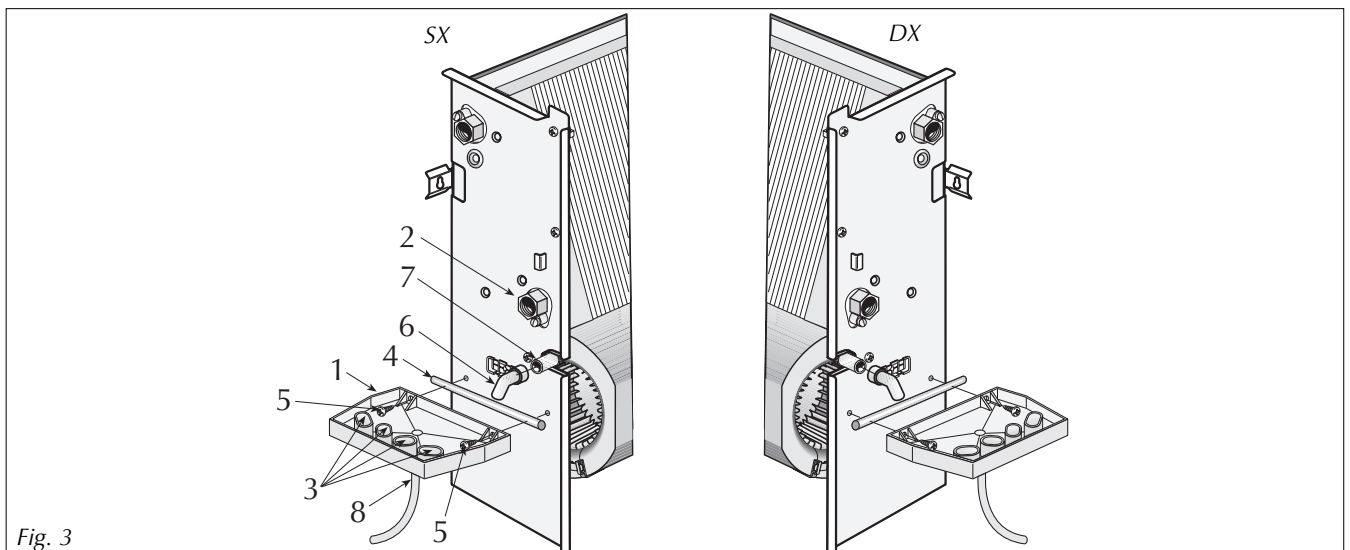

Fig. 3
- la bacinella BC10 (1 fig.3) deve essere applicata alla fiancata dal lato degli attacchi idraulici (2 fig.3);
- nel caso le connessioni idrauliche arrivino dal pavimento sfondare i due setti di plastica (3 fig.3) nella parte anteriore della bacinella;
- applicare il sigillante fornito a corredo sul bordo interno della bacinella (4 fig.3);
- fissare la bacinella alla fiancata dell'unità con le viti in dotazione (5 fig.3);
- per facilitare il convogliamento della condensa inserire il tronchetto di scarico in gomma (6 fig.3) (a corredo) sul raccordo di scarico (7 fig.3) per circa un centimetro, deve essere inclinato verso il basso per favorire il regolare deflusso delle gocce;
- collegare al raccordo di scarico (8 fig.3) della bacinella (Øest. 16mm) il tubo di scarico condensa;
L'accessorio BC10 (1 fig. 3) deve essere applicato all'unità prima di effettuare i collegamenti idraulici.
- fit the BC10 (1 fig.3) tray to the water connection side (2 fig. 3);
- if the waer connections come from the floor, break the two plastic elements (3 fig. 3) at the front of the tray;
- apply some of the sealant supplied to the internal edge of the tray (4 fig.3);
- if the waer connections come from the floor, break the two plastic elements at the front of the tray (5 fig. 3);
- to facilitate the flow of condensation, insert the rubber drainage element (6 fig.3) (supplied) into the drainage outlet (7 fig.3) by approximately one centimetre, making sure it is inclined downwards to ensure regular drainage of drops;
- connect the condensate drainage pipe (ext. Ø 16 mm) to the drainage manifold (8 fig. 3) on the tray;
L'accessoire BC10 (1 fig. 3) doit être appliqué à l'unité avant d'effectuer les raccordements en eau.
- le bac BC10 (1 fig.3) doit être appliqué sur le flanc à côté des raccords hydrauliques (2 fig.3) ;
- si les connexions hydrauliques partent du sol, défoncer les deux cloisons de division en plastique (3 fig.3) sur le devant du bac ;
- appliquer le produit d'étanchéité fourni de série sur le bord interne du bac (4 fig.3) ;
- fixer le bac au flanc de l'unité (5 fig.3) à l'aide des vis fournies ;
- Pour faciliter l'évacuation de l'eau de condensation, insérer le tronç de déchargement en caoutchouc (6 fig.3) (fourni avec l'installation) sur le raccord de purge (7 fig.3) sur une longueur d'environ un centimètre; celui-ci doit être incliné vers le bas pour favoriser le bon écoulement des gouttes ;
- relier au raccord d'évacuation (8 fig.3) du bac (Ø ext. 16 mm) le tube d'évacuation des condensats ;
Das Zubehörteil BC10 (1 Abb. 3) ist vor dem Anschluss an das Wassernetz zu montieren.
- Die Wanne BC10 (1 Abb.3) ist auf der Seite, auf der sich die Wasseranschlüsse befinden, zu installieren (2 Abb. 3).
- Falls die Hydraulikanschlüsse aus dem Boden kommen, die zwei Kunststoffsegmente (3 Abb. 3) im vorderen Teil der Wanne durchstoßen.
- Mitgeliefertes Dichtmittel auf den Innenrand der Wanne aufstreichen (4 Abb. 3)
- Die Wanne mit den beigestellten Schrauben (5 Abb. 3) an der Seitenwand der Einheit befestigen.
- Führen Sie zum besseren Leiten des Kondenswassers den (mitgelieferten) Gummistutzen (6 Abb. 3) ca. 1 cm in den Ablaufanschluss (7 Abb. 3) ein; zum Fördern des regelmäßigen Abfließens der Tropfen muss er nach unten geneigt sein.
- Die Kondensatablassleitung an den Ablassstutzen (8 Abb. 3) der Wanne (Außen-Ø 16 mm) anschließen.